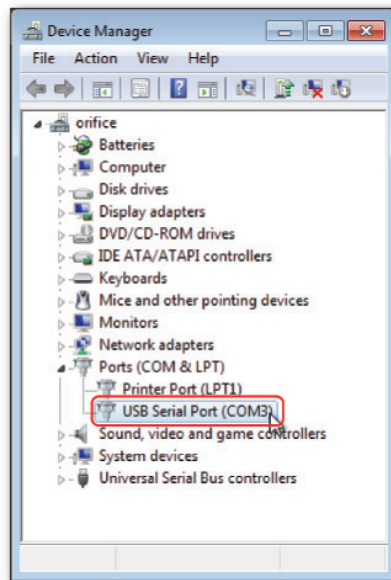

Abbildung 3: COM-Portnummer
3. Lesen Sie die COM-Anschlussnummer in Ihren Computereinstellungen (im Device Manager), Abb. 3.